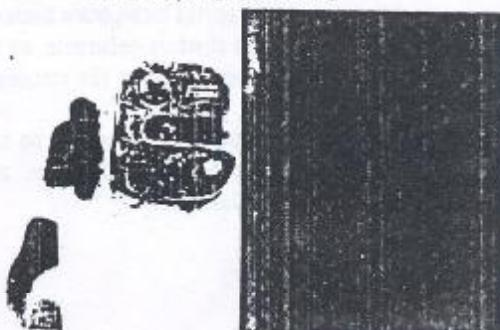

Figura 8.37.6 - Fixação do conjunto do trinco
12. Remover os dois parafusos de fixação do conjunto do trinco e remover o conjunto (Figura 8.37.6).
1. Posicionar o conjunto do trinco, na porta, e instalar os dois parafusos de fixação, sem apertá-los totalmente (Figura 8.37.6).
O ajuste do batente da porta deve ser efetuado através dos parafusos de fixação do conjunto do trinco (Figura 8.37.6), e do próprio pino do batente, localizado no quadro da porta. O ajuste através dos parafusos do trinco deve ser efetuado de forma que a porta feche suavemente, sem interferências, além de permitir o seu perfeito alinhamento com o respectivo quadro.